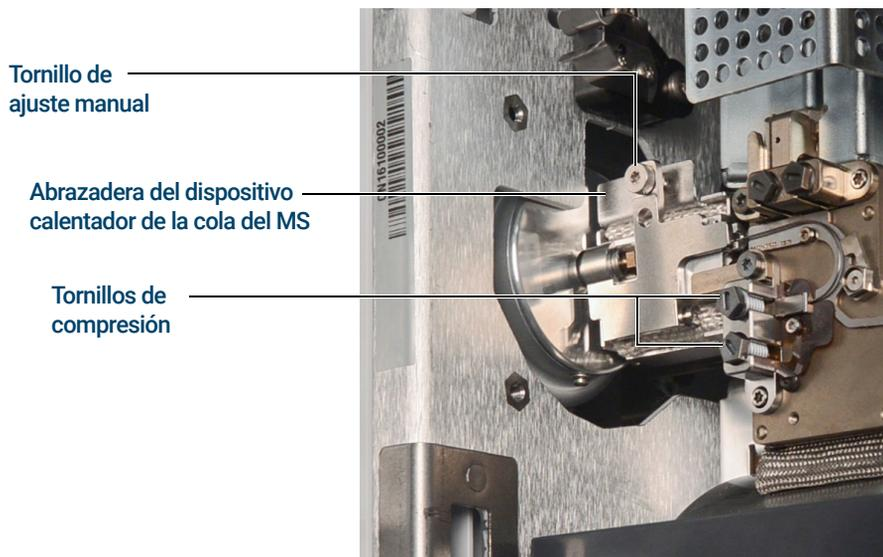

Figura 13. Abrazadera cerrada del dispositivo calentador de la cola del MS
- 9 Utilizando la llave dinamométrica Intuvo, extraiga el tornillo de compresión que fija la conexión de bus rápida de la cola del GC/MS 9000. Extraiga asimismo el tornillo de la conexión de bus vacía. (Consulte la **Figura 13**).